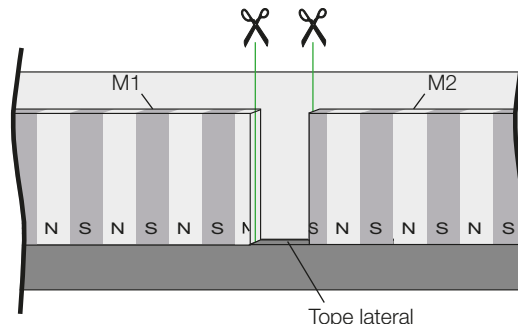
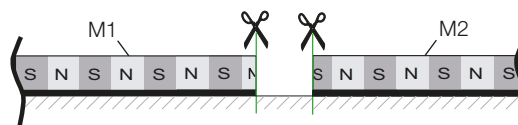

Fig. 4-7: Vista desde arriba de los cuerpos de medición
Fig. 4-8: Vista lateral
Recorte rectos los dos extremos de los cuerpos de medición en el punto de contacto (Fig. 4-7 y Fig. 4-8).
1. El cuerpo de medición M1 ya está pegado. Fije en el punto de contacto un tope lateral que permita alinear con precisión el cuerpo de medición M2 (Fig. 4-7).